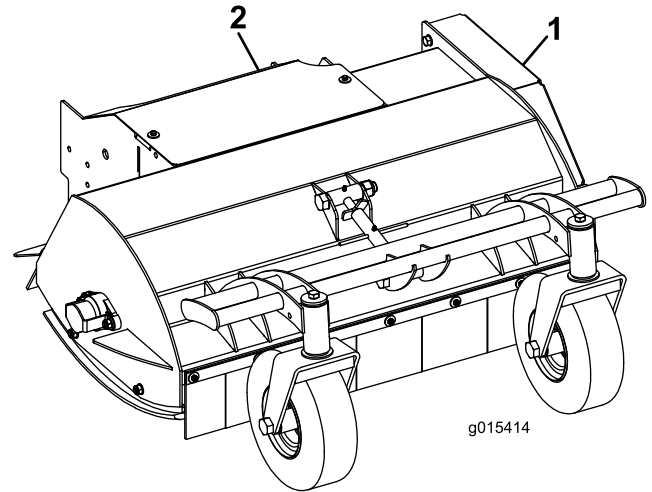

Figura 6
1. Retire el protector superior (Figura 6).
5. Coloque el protector superior (Figura 6).